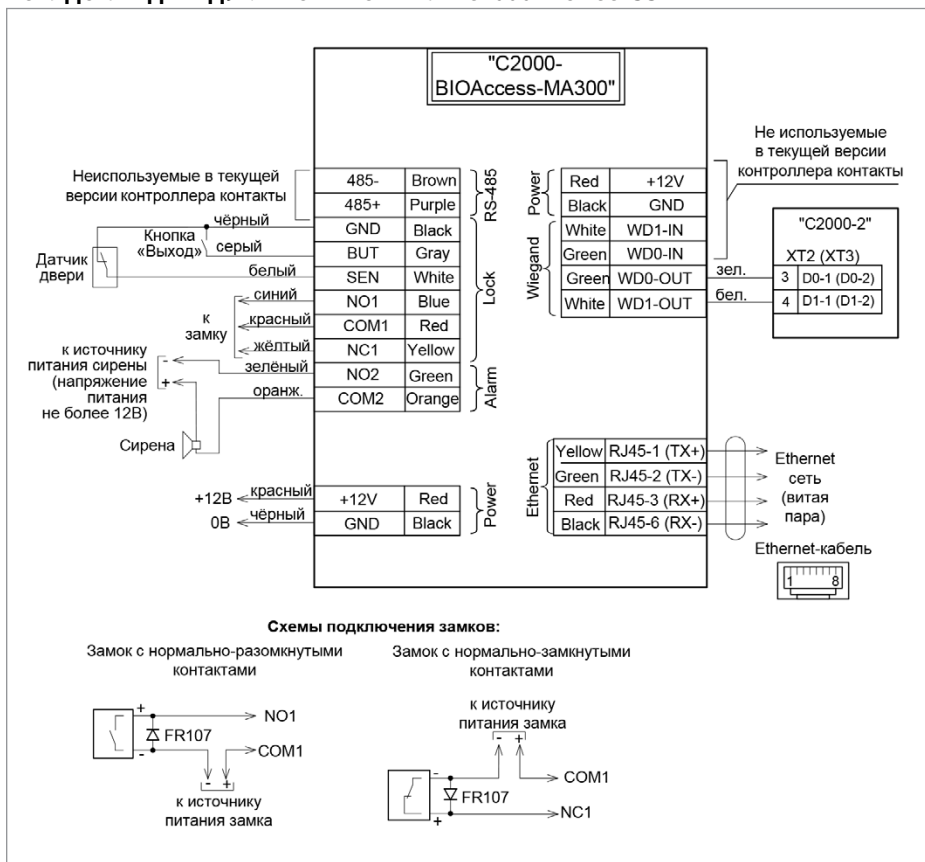

Рисунок 11. Последовательность монтажа контроллера «C2000-BIOAccess-MA300»
- 2.2. Схема подключения контроллера приведена на Рисунок 11.